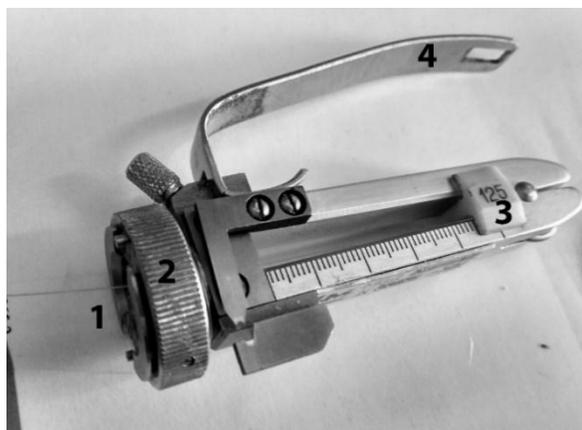

Рисунок 4.8 – Стриппер
- 4 Ввести световод в отверстие 1 втулки 2 до упора 3 (рисунок 4.8). Нажав рычаг 4, надрезать защитную полиамидную оболочку световода. Вытягивая из инструмента световод, закрепленный в зажиме, снять защитную оболочку.